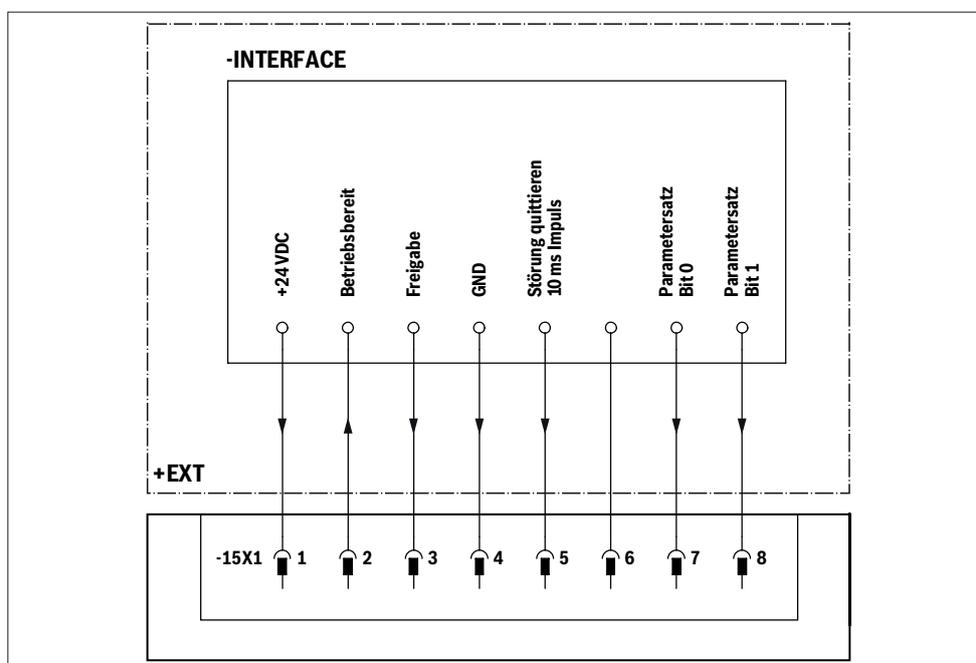

Abb. 20: Belegung Anschluss 15X1: 24 V-Schnittstelle
- Belegen Sie die Leitungsdose als Schnittstelle zur übergeordneten Maschinensteuerung wie in Abb. 20 dargestellt: